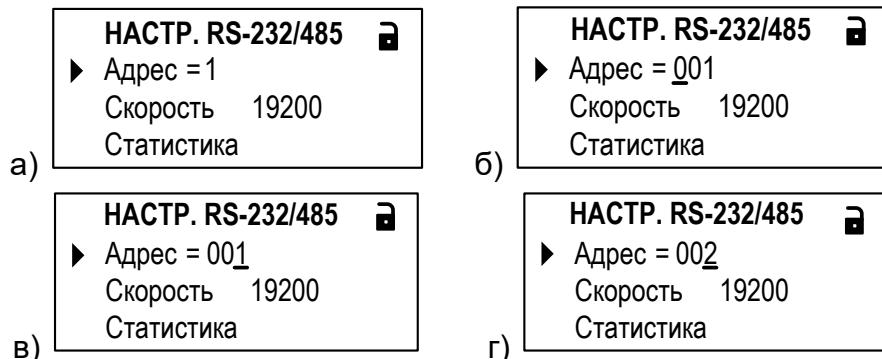

Рис.11. Вид окна индикации при вводе значения параметра поразрядно.
6.3.5.1. В соответствующем меню кнопками , выбрать нужный параметр, установив курсор слева от обозначения этого параметра (рис.11.а), и нажать кнопку . При этом появляется индикация курсора — под старшим разрядом индицируемого числа (рис.11.б).
6.3.5.2. Кнопками , установить курсор — под редактируемым значением разряда числа (рис.11.в), а кнопками , установить требуемое значение для выбранного разряда (рис.11.г).